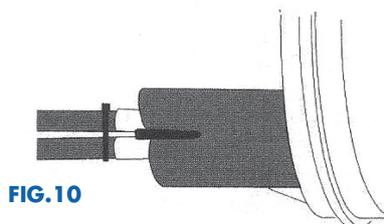

FIG.10
6. Posicione o tubo sobre a entrada oval até encostar na base do FOSC. Observando a posição da seta impressa no tubo que deverá estar apontando em direção à base do FOSC. Instale o clipe de derivação entre os cabos. Após instalar o clipe, junte os cabos e amarre-os com abraçadeiras plásticas. **(FIG.10)**